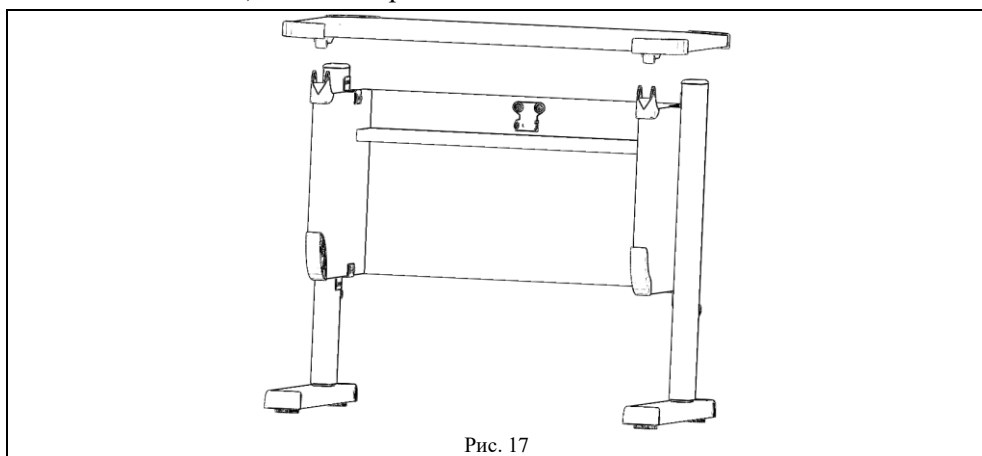

Рис. 17
5.5.1. На основание стола со стойками (сборка по п.5.3.2.) положить сверху столешницу (сборка по п.5.4.4.), так чтобы выступы верхних частей шарниров входили в пазы нижних частей шарниров, а оси отверстий совпадали, см. рис.17. В отверстия шарниров вставить винты М6х32 (поз.6, пакет № 133) и навернуть гайки самоконтрящиеся М6 (поз.3, пакет № 133), согласно рис 17а.
Рис. 17а